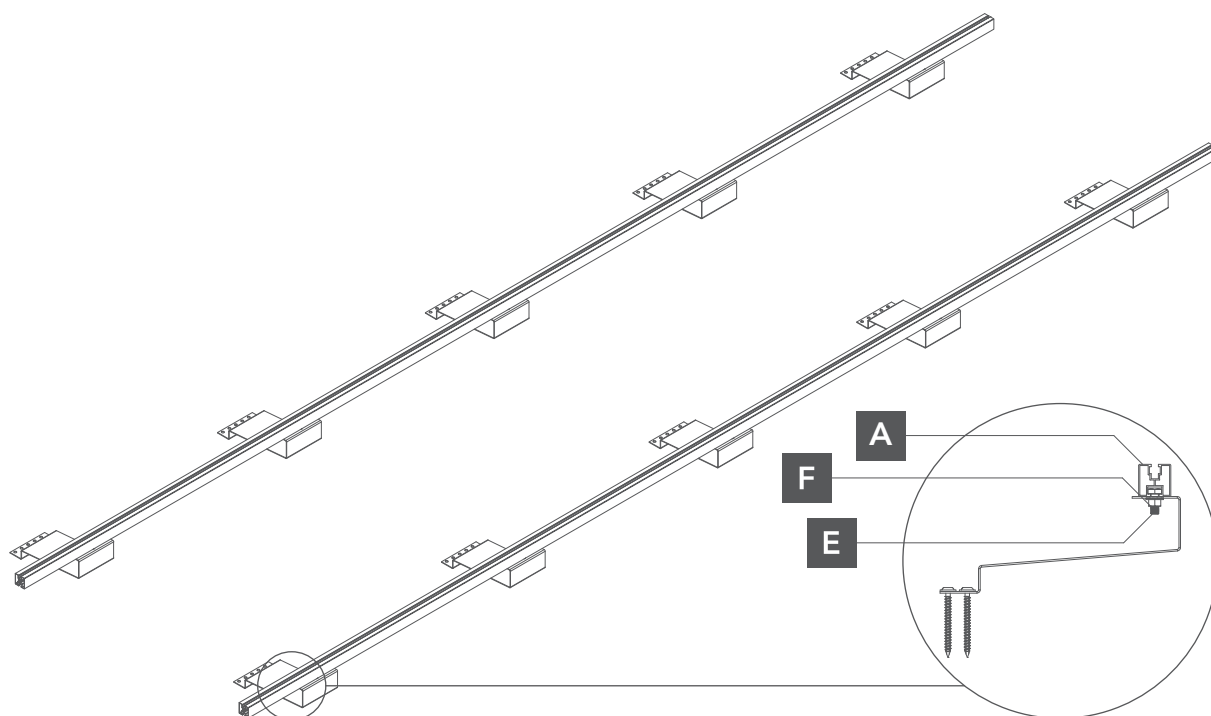

Abb. 6. Befestigung des Montageschienen an dem Dachbefestigungsgriff
- 5** Danach sollte man die Schraube DIN 6923 M10x25 durch ein Ende des Montageschienen führen, sie mit dem Dachhalterung passend machen und sie mit dem Mutter DIN 6923 M10 befestigen (Abb. 6).